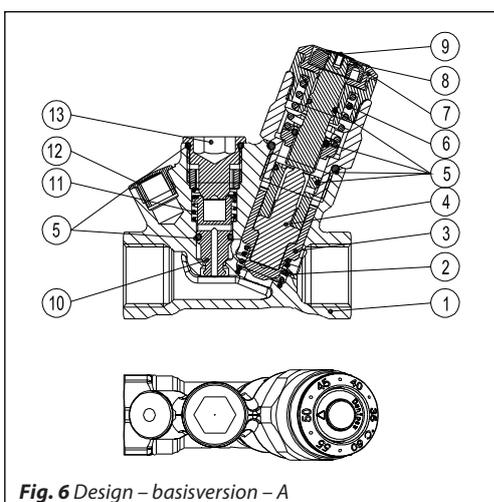
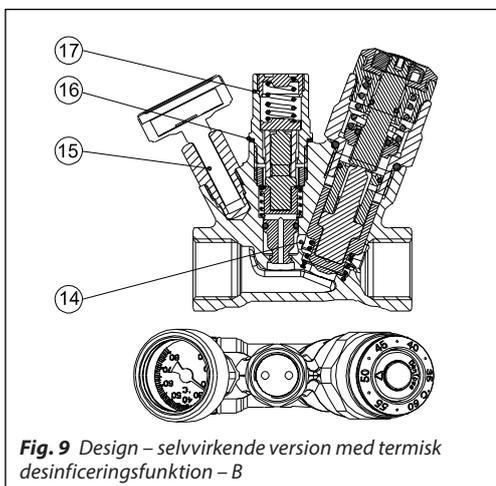
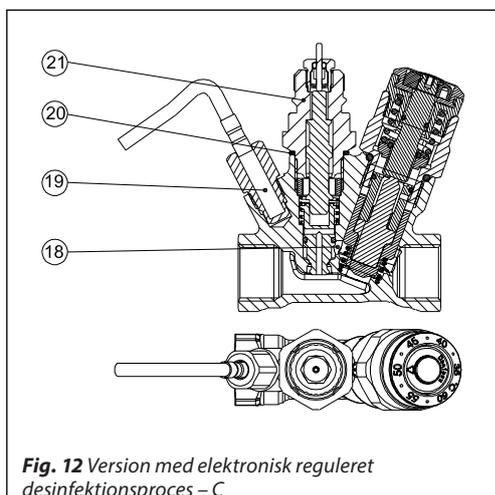

Fig. 6 Design – basisversion – A
Fig. 9 Design – selvvirkende version med termisk desinficeringsfunktion - B
Fig. 12 Version med elektronisk reguleret desinfektionsproces – C
MTCV - er en termostatisk selvvirkende, proportional ventil. Et termoelement (fig. 6 elem. 4) er placeret i ventilkeglen (fig. 6 elem. 3) og reagerer på temperaturændringer.
En sikkerhedsfjeder (fig. 6 elem. 6) beskytter termoelementet mod at blive beskadiget, når vandtemperaturen overstiger den indstillede værdi.
Efter afmontering af proppen for desinfektionselementet (fig. 6 elem. 13)- (dette kan gøres under drift, under tryk) kan det termiske desinfektionselement monteres (fig. 9 elem. 17).
- 1-13 Som beskrevet i fig. 6
En temperaturføler PT 1000 skal monteres i termometerhovedet (fig. 12, elem. 19). Termoaktuator og føler er tilsluttet til den elektroniske regulator CCR2+, som giver en effektiv og velfungerende desinfektionsproces i hvert cirkulationsstigrør. Hovedreguleringselementet arbejder inden for temperaturområdet 35-60 °C. Når desinfektionsprocessen/termovandbehandlingen starter, regulerer CCR2+ flowet gennem MTCV ved hjælp af termoaktuatorer TWA. Fordelene ved en elektronisk reguleret desinfektionsproces med CCR2+ er:
Efter fjernelse af desinfektionsproppen (fig. 6 elem. 13) kan adapteren monteres (fig. 12 elem. 21), og termomotoren TWA kan monteres.